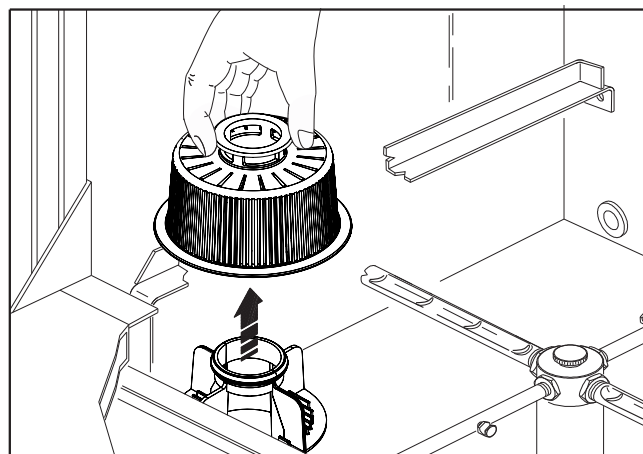

Fig. 17
2. saque y limpie el filtro de la bomba de lavado (fig. 17) y los filtros del tanque, si están presentes